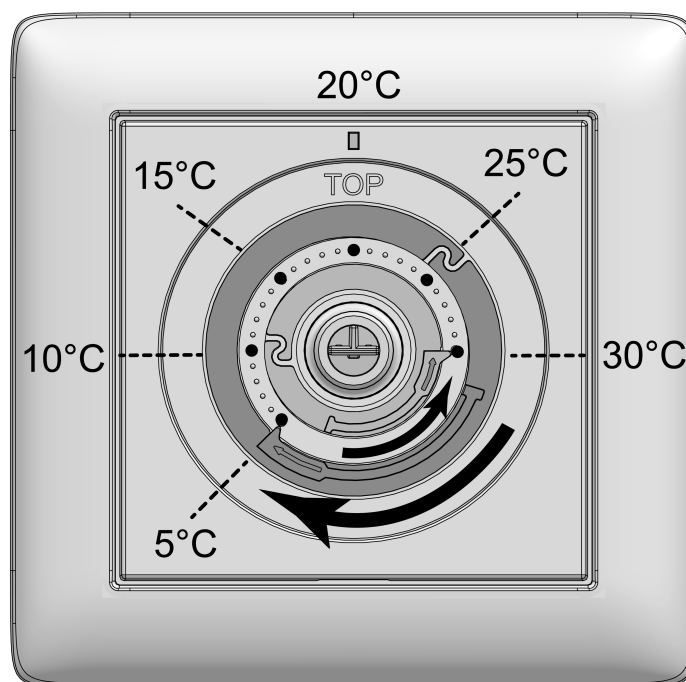

Bild 4: Inställningsringar för temperaturbegränsning
I mittläget reglerar enheten till ca 20 °C börtemperatur. Den rumstemperatur som då nås är beroende av enhetens monteringsplats och omgivningsförhållandena. Den lägsta börtemperaturen är ca 5 °C och den högsta börtemperaturen ca 30 °C (se bild 4).
- Dra av manövreringsknappen (5) från centralplattan (4) så att inställningsringarna (7) syns (se bild 4). Temperaturvärdena på bilden visas i illustrations-syfte.